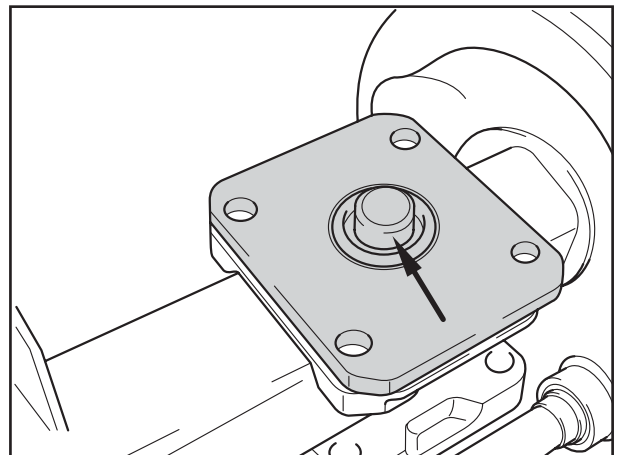

Fig. 2
- [8] Zapfen (Fig. 2/Pfeil) am Achslappen auf Verschleiß prüfen, ggf. Zapfenplatte auswechseln, siehe Kapitel 8.
- [8] Check the pin (Fig. 2/arrow) of the axle plate for wear and replace it, if necessary, see chapter 8.
- [8] Contrôler l'usure des chevilles (fig. 2/flèche) au niveau du patin de fixation, remplacer la pièce si nécessaire, voir chapitre 8.